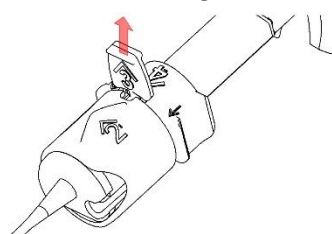

Fig. 2b
5. Trageți și înlăturați blocatorul roșu indicat cu '3' (Fig. 2b).